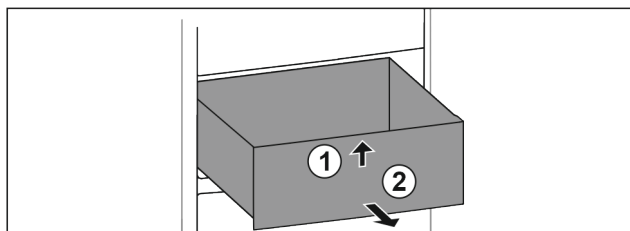

Fig. 30
- ▶ Повдигнете чекмеджето отпред. Fig. 30 (1)
- ▶ Извадете чекмеджето напред. Fig. 30 (2)